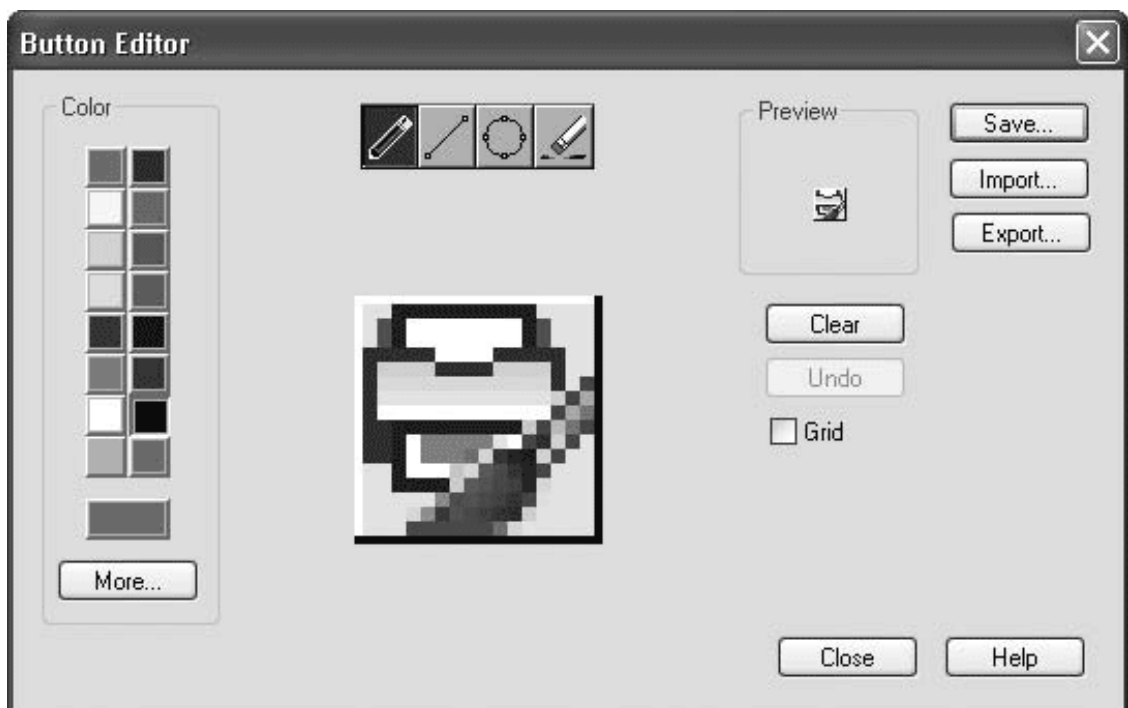

Рис. 1.25. Диалоговое окно Button Editor (Редактор кнопок)
- **Preview** (Предварительный просмотр) – отображает внешний вид выделенного объекта. Здесь же можно изменить вид значка какой-либо команды. Для этого выделите команду в списке **Command List** (Список команд) и в области **Button Image** (Значок кнопки) выберите один из предложенных значков. Если вы хотите вручную нарисовать значок, нажмите кнопку **Edit** (Изменить). На экране отобразится диалоговое окно **Button Editor** (Редактор кнопок) (рис. 1.25). Инструменты, предоставляемые редактором, аналогичны возможностям графического редактора **Paint** – стандартного инструмента операционной системы Windows.